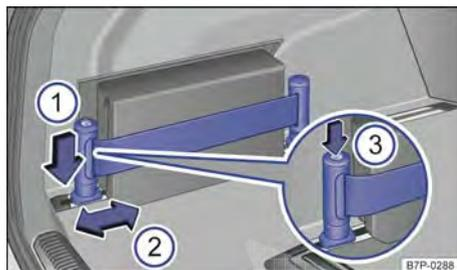

Fig. 216 No compartimento de bagagem à esquerda: cinta tensora.
- Pressionar o suporte para baixo → Fig. 216 (1) e, ao mesmo tempo, empurrar para a posição desejada (2).
- Pressionar o botão do suporte (3) para apertar a cinta.